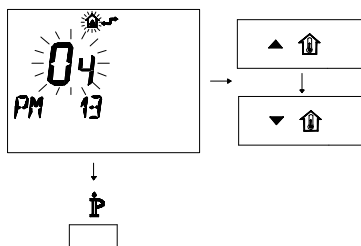

Figura 5.44
- Per modificare il SET programmato agire sui pulsanti ▲ (⬆️) o ▼ (⬆️) e aspettare che il numero programmato cominci a lampeggiare (Figura 5.44).